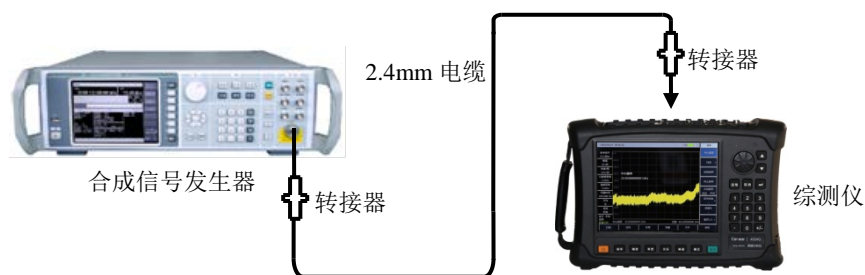

图5-1 信号发生器与频谱分析仪的连接示意图
- b) 使用信号发生器产生一个调频信号，设置频率为 1GHz，功率为-10dBm，调频频偏为 500kHz，调制率为 10kHz，通过电缆将信号发生器的输出连接到频谱分析仪射频输入端，如图 5-1 所示。打开调制输出开关和射频开关。
如图 5-1 所示。打开调制输出开关和射频开关。
使用信号发生器产生一个调频信号, 设置频率为 1GHz, 功率为-10dBm, 调频频偏为 500kHz, 调制率为 10kHz, 通过电缆将信号发生器的输出连接到频谱分析仪射频输入端, 如图 5-1 所示。打开调制输出开关和射频开关。